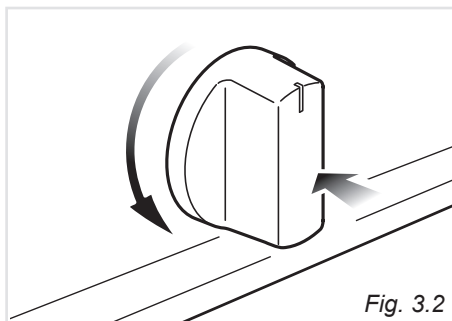

Fig. 3.2
1. Premere a fondo la manopola del rubinetto gas relativo al bruciatore da accendere e, tenendola sempre premuta, ruotarla in senso antiorario di 90° (fig. 3.2).